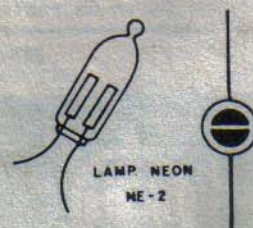

Fig. 2
- FIG. 2 - Aparência e símbolo da lâmpada Neon. Como é um componente não muito utilizado nas montagens de APE (e que não tem a sua "ficha" na TABELA O...), os dados "visuais" e